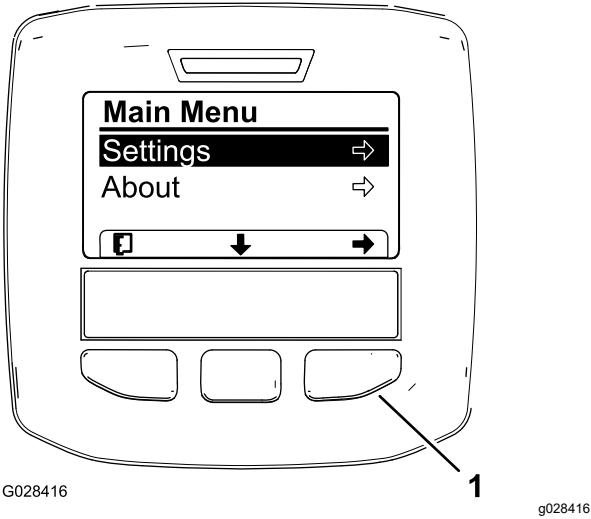
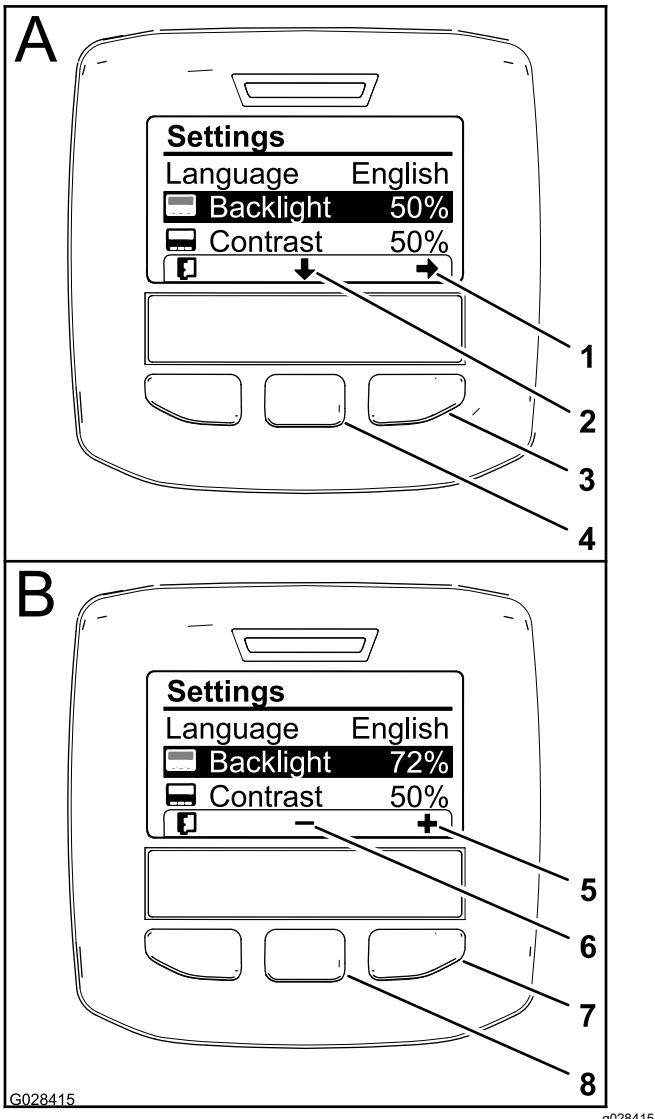

Figure 61
Figure 63
3. Appuyez sur le bouton de sélection central pour accéder au menu principal (Figure 61).
5. Appuyez sur le bouton de sélection gauche pour sauvegarder votre ou vos choix, quitter le menu Réglages et retourner au menu principal (Figure 61).
2. Pour régler l'intensité du rétroéclairage, appuyez sur le bouton de sélection central (situé sous la flèche vers le bas dans l'affichage) pour sélectionner l'option de réglage du rétroéclairage (Figure 63).
3. Appuyez sur le bouton de sélection droit pour afficher le menu contextuel de réglage de la valeur (Figure 63).
4. Utilisez les boutons de sélection droit et central pour modifier la luminosité de l'affichage (Figure 63).
5. Appuyez sur le bouton de sélection gauche (situé sous l'icône de liste dans l'affichage) pour sauvegarder votre sélection, quitter le menu Rétroéclairage et retourner au menu Réglages (Figure 63).
6. Pour régler le contraste de l'affichage, appuyez sur le bouton de sélection central (situé sous la flèche vers le bas dans l'affichage) pour sélectionner l'option de réglage du contraste (Figure 63).
7. Appuyez sur le bouton de sélection droit pour afficher le menu contextuel de réglage de la valeur (Figure 63).
8. Appuyez sur le bouton de sélection gauche (situé sous l'icône de liste dans l'affichage) pour sauvegarder votre sélection, quitter le menu Contraste et retourner au menu Réglages (Figure 63).
9. Appuyez sur le bouton de sélection gauche pour quitter le menu Réglages et retourner au menu principal (Figure 61 et Figure 63).
10. Appuyez sur le bouton de sélection gauche pour retourner à l'écran d'accueil (Figure 63).